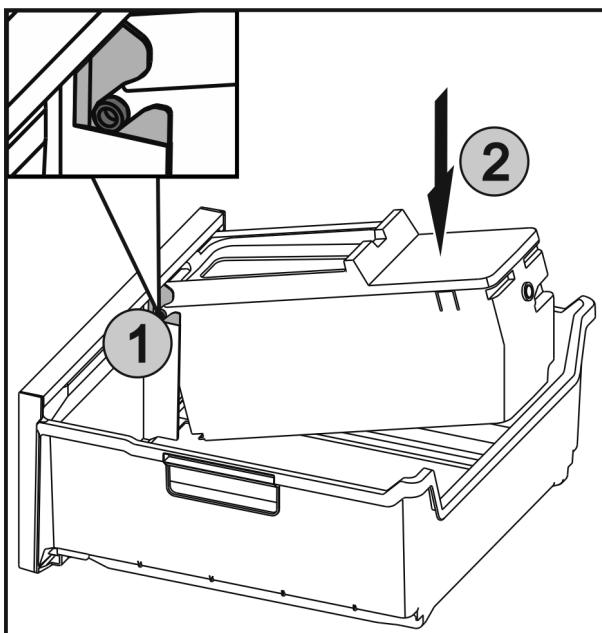

Fig. 33
- Zasuňte osy Fig. 33 (1) na EasyTwist-Ice do vedení a zatlačte zadní stranu Fig. 33 (2) tak, aby západka zaklapla.